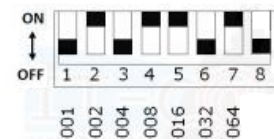

Рисунок 3
4.2 Установить, в соответствии с проектом, адрес расширителя (от 1 до 127) с помощью одиночных переключателей DIP-переключателя. Каждому одиночному переключателю (от 1 до 7) присвоено соответствующее значение, которое приведено в таблице 6. Для получения этого значения одиночный переключатель необходимо перевести в положение «ON» (Рисунок 3). Окончательный адрес расширителя будет равен сумме значений одиночных переключателей, переведенных в положение «ON».